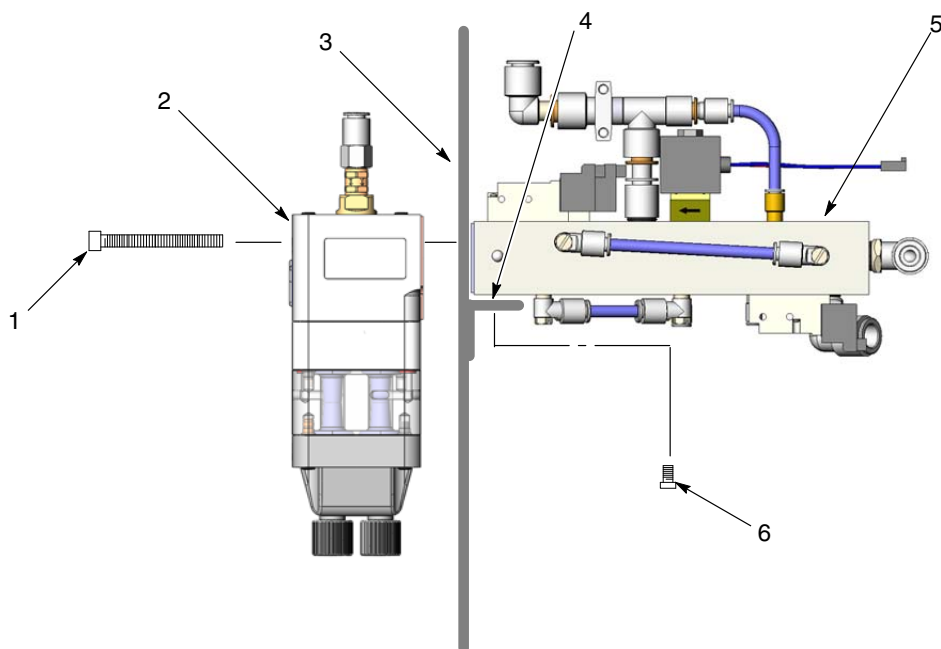

Bild 20 Installation av pump och fördelare
1. Se bild 20. Kontrollera att packningarna på pumpen (2) och fördelaren (5) inte är skadade. Om packningarna är skadade, byt ut dem.
2. Placera fördelaren på rätt fästvinkel (4) mot pumppanelens vägg (3). Fäst fördelaren med fästbultarna (6), men drag inte åt skruvarna.
3. Fäst pumpen på pumppanelen och fördelaren med hjälp av pumpens fästskruvar (1). Drag åt pumpens fästskruvar ordentligt.